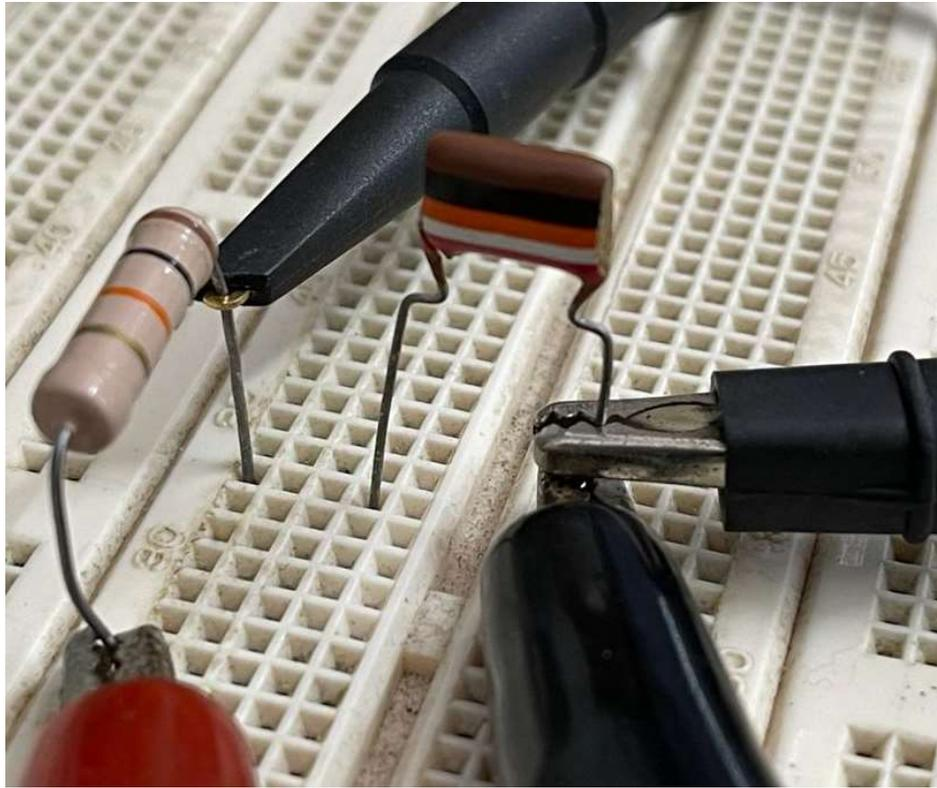

Figura 31 Circuito Protoboard (Fuente: Propia)
1. Los botones *continuos*, *barrido*, *modulación* y *burst*. Son utilizados para el tipo de intervalos que tendrá la señal de salida (Ver Figura 31).
2. El botón de *Help* es utilizado para conocer la función o la manera de utilizar la función deseada (Ver Figura 31).
3. El botón de *Utility* permite acceder a otras funcionalidades del dispositivo (Ver Figura 31).
4. El botón de *Save/Recall* permite guardar parámetros de funciones como archivos en la memoria interna (Ver Figura 31).
5. Los números son para interactuar y actualizar datos de los parámetros deseados a cambiar (Ver Figura 31).
6. El botón *Cancel* es para detener cualquier acción de modificación de parámetros en caso de ser necesario (Ver Figura 31).
7. El botón de *BKSP* es para la corrección de dígitos mal introducido (Ver Figura 31).
8. El botón de *Enter* es aceptar la nueva modificación dado (Ver Figura 31).
9. La entrada *USB* nos permite conectar memoria *USB* o impresoras (Ver Figura 31).
10. La salida de Canal es donde envía la señal a otro dispositivo para ser visualizada (Ver Figura 31).
11. El canal de salida de disparo (Ver Figura 31).
12. El canal de entrada de disparo (Ver Figura 31).
13. La perilla es utilizada para cualquier modificación rápida (Ver Figura 31).
14. Las flechas direccionales se utilizan para moverse entre izquierda o derecha de cada cifra (Ver Figura 31).
15. El botón *on/off* es utilizado para que la señal del canal de salida pueda ser enviada a otro dispositivo. Por lo contrario, no se recibirá nada al otro extremo (Ver Figura 31).
16. El botón *Manual* es para aceptar y enviar señales de dispositivo externos por medio de los canales de entrada y salida de disparo (Ver Figura 31).